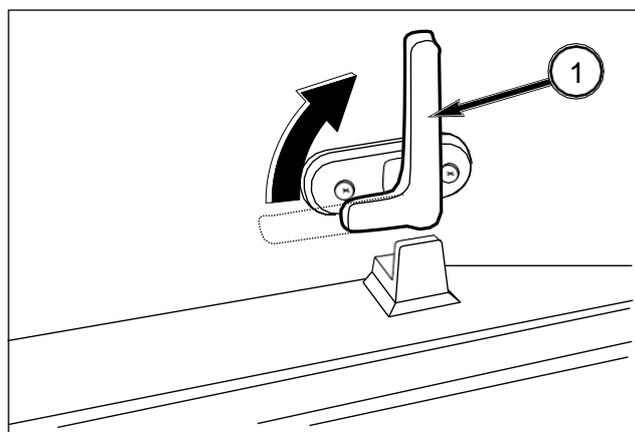

FIG. 161
FIG. 161: Gire el pomo (1) 90 grados en el sentido de las agujas del reloj para desbloquear la ventana. Empuje suavemente la ventana trasera para abrirla. Un amortiguador mantiene la ventana en su posición.